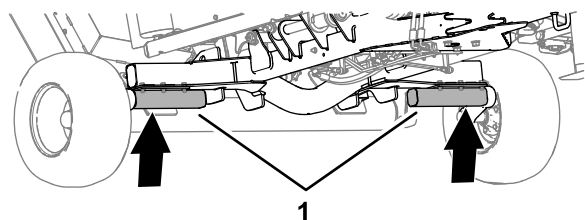

Figura 45
1. Sollevate il tosaerba nei semiassi, come illustrato nella Figura 45.